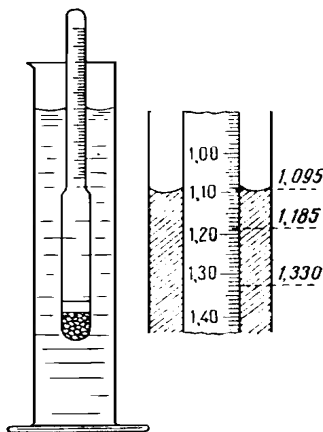

Рис. 6.1. Ареометр и отсчет по его шкале
1. *Приготовление раствора хлорида натрия с заданной массовой долей соли разбавлением концентрированного раствора.* В мерный цилиндр налить раствор хлорида натрия и ареометром (см. рис. 6.1) определить его плотность. По справочной таблице найти концентрацию исходного раствора (в % по массе). Рассчитать, сколько миллилитров исходного раствора и воды следует взять для приготовления 250 мл 5% раствора. Воду отмерить цилиндром и вылить в мерную колбу объемом 250 мл. Исходный раствор поваренной соли отмерить цилиндром на 100 мл и влить в колбу с водой. Раствор в колбе перемешать. Цилиндр ополоснуть небольшим объемом раствора из колбы, который затем присоединить к общей массе раствора в колбе.